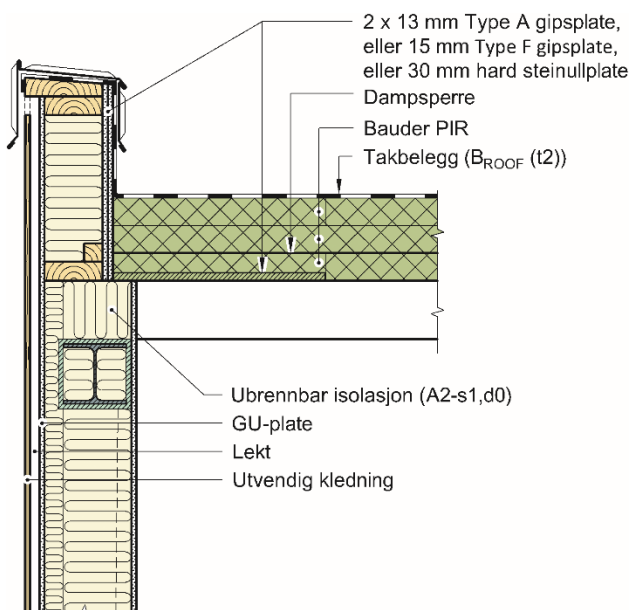

Fig. 4
- I tilfeller der takkonstruksjon av bærende stålplater har parapet eller tilstøtende vegger/fasader av eller med brennbare materialer, må det legges en 600 mm bred barriere av 2 lag 13 mm gipsplater Type A, eller 1 lag 15 mm gipsplate Type F, eller 30 mm steinullplate med densitet min. 170 kg/m² under BauderPIR isolasjonen inntil veggen. Se fig. 4.
- Parapet av eller med brennbare materialer må på siden mot taket beskyttes med for eksempel 30 mm steinullisolasjon med tetthet min. 170 kg/m³. Beskyttelse med gipsplater er ikke anbefalt fordi de kan dekomponeres på grunn av den høye temperaturen som kan oppstå. Se fig. 4 og 9. I mange tilfeller kan det være praktisk å montere en trebasert plate eller gipsplate bak steinullisolasjonen på parapet.